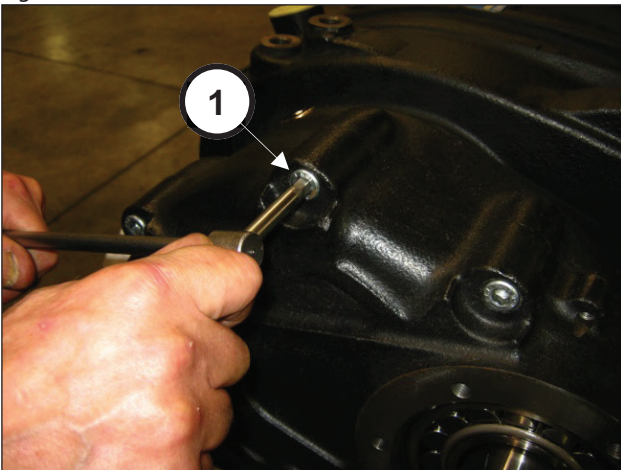

Fig. 6
Dévisser les vis de fixation du couvercle du réducteur (rep. ①, Fig. 6).